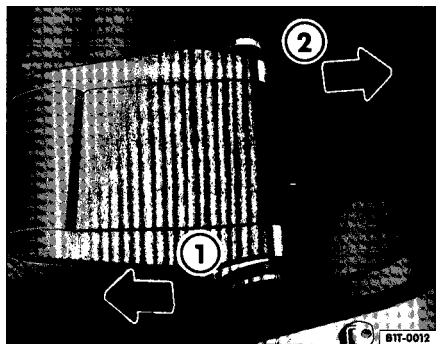

Fig. 62 Escamotage ou relevement du dossier de siege de deuxieme rangée a l'aide d'une dragonne
- Tirez la dragonne laterale du siege fig. 62 C) ou la dragonne situee au dos du siege Q dans le sens de la fleche et rabattez le dossier vers l'arriere jusqu'a ce qu'il s'enclenche.
- Tirez la dragonne laterale du siege ou la dragonne situee au dos du siege dans le sens de la fleche = fig. 62 et rabattez le dossier vers l'avant.
- Tirez la dragonne laterale du siege ou la dragonne situee au dos du siege dans le sens de la fleche = page 86, fig. 62 et rabattez le dossier vers l'arriere jusqu'a ce qu'il s'enclenche.